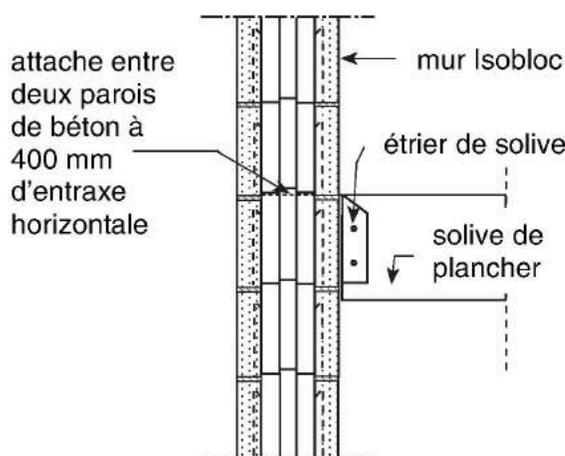

Figure 4. « Isobloc » avec détails d'installation de l'étrier de solive
- Lorsque des étriers de solives sont posés sur un mur « Isobloc », les dispositifs de fixation doivent être installés entre les deux parois à 400 mm d'entraxe conformément aux détails présentés à la figure 4. Les dispositifs de liaisonnement doivent être conformes aux exigences de la norme CSA A370-94, «Crampons pour maçonnerie»